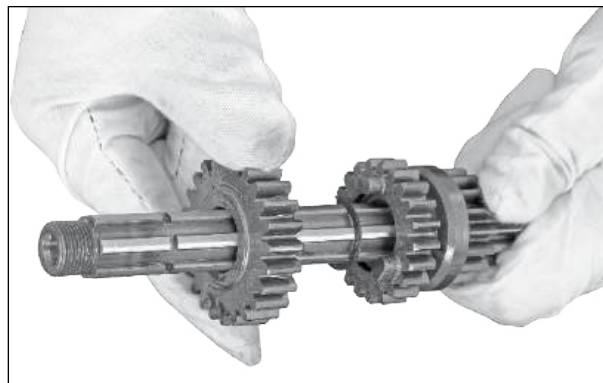

Fig. 3.152
- Remova a engrenagem de acionamento da 4ª marcha do eixo da embreagem. (Fig. 3.152)